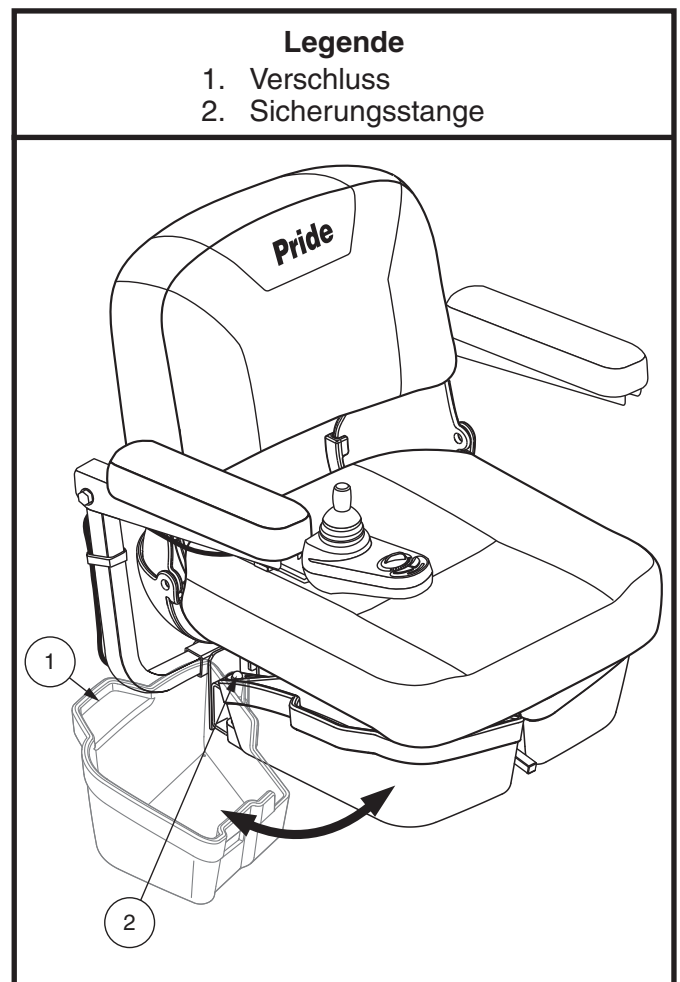

Abb. 12. Stauraum unter dem Sitz
1. Den Verschluss an der Seite des Untersitz-Staufachs (siehe Abb. 12) leicht nach oben heben und das Staufach aus dem Reiserollstuhl ausschwenken.
1. Den Verschluss an der Seite des Untersitz-Staufachs (siehe Abb. 12) leicht nach oben heben und das Staufach aus dem Reiserollstuhl ausschwenken, bis es vollständig geöffnet ist.